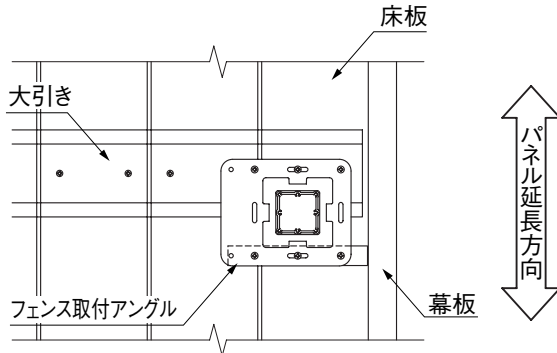

図3-6
- ネジの位置に大引がある場合は、大引とフェンス取付アングルを併用して取付けてください。(図3-6参照)